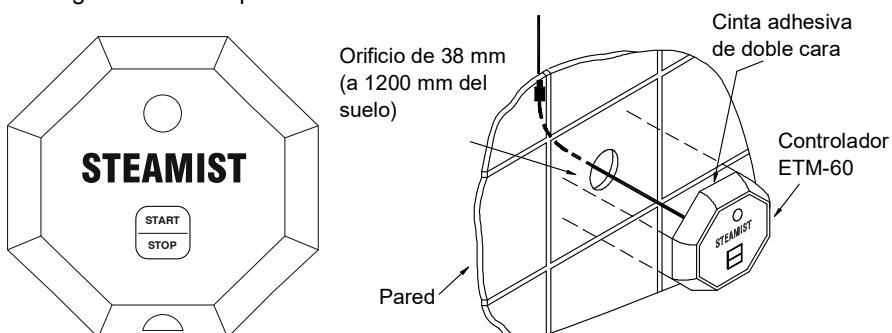

Figura 1 Panel de control
1. El generador de vapor debe fijarse firmemente a la pared o al suelo, y colocarse lo más cerca posible de la bañera o el baño. Para la fijación, instale la máquina en una pared vertical, afloje los dos tornillos de la tapa, deslícela y fije la máquina utilizando los orificios superiores derecho e izquierdo. Coloque las señales en un lugar visible y el generador debe colocarse en un lugar flexible para facilitar su mantenimiento. Consulte la Figura 1 para obtener información sobre la fijación.